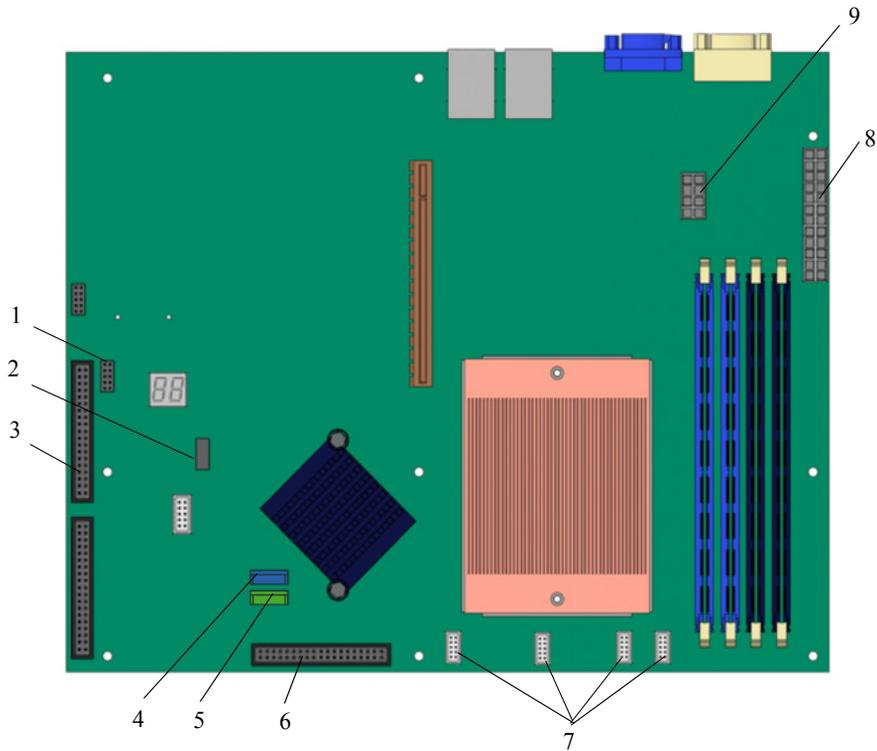
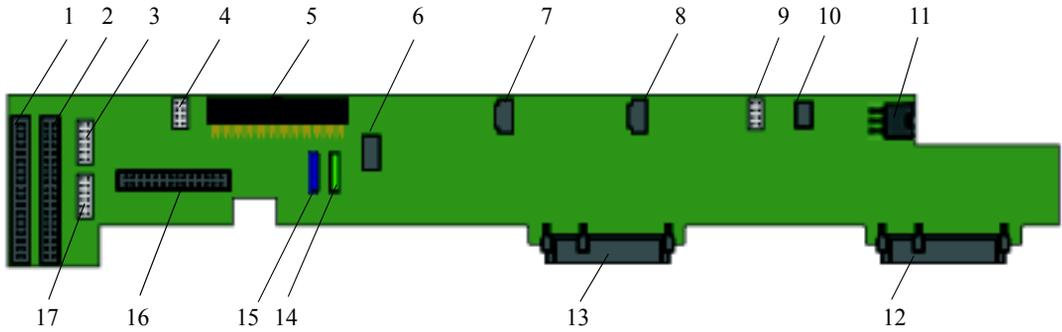

图 4-36 主板线缆连接
图 4-37 SATA 背板线缆连接
有关连接器的位置，请参见图 4-36 和图 4-37。您也可参阅系统箱盖上粘贴的维护标签上的布线示意图。
3. 更换需要更换的所有线缆。（参见图 4-36 或图 4-37）。